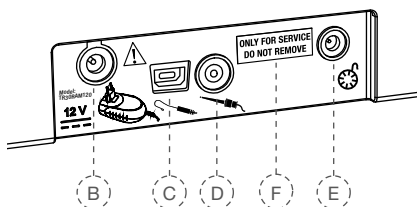

Abb. 3 Anschlüsse Rückansicht
Über den USB-Anschluss (Abb. 3, F) können Softwareupdates installiert bzw. Wartungen durchgeführt werden. Dieser Anschluss dient ausschließlich autorisiertem Servicepersonal und ist bei Lieferung mit einem Etikett "ONLY FOR SERVICE DO NOT REMOVE" (Nur für Service – nicht entfernen) abgedeckt. Das Etikett darf nur vom Servicepersonal entfernt werden.
3. Schließen Sie das Kabel des Netzteils an die Anschlussbuchse (Abb. 3, B) auf der Rückseite des Gerätes an.
8. Stecken Sie das Fußschalterkabel in die Anschlussbuchse (Abb. 3, E) auf der Rückseite der Steuereinheit.
10. Schließen Sie den Stecker des Lippenclipkabels an die Anschlussbuchse (Abb. 3, C) auf der Rückseite der Steuereinheit an.
12. Schließen Sie den Stecker des Feilenklemmenkabels an die Anschlussbuchse (Abb. 3, D) auf der Rückseite der Steuereinheit an.